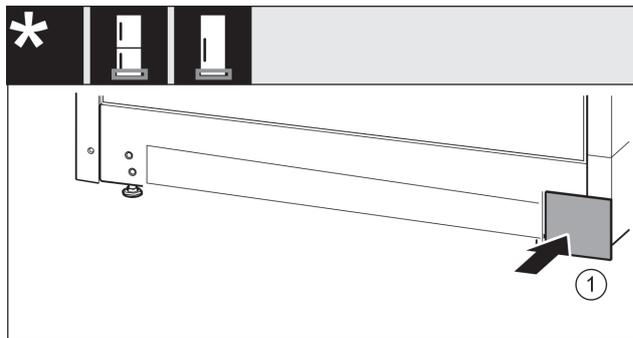

Fig. 27\*
- ▶ Așezați apărătoarea din nou pe cealaltă parte.\* Fig. 27 (1)